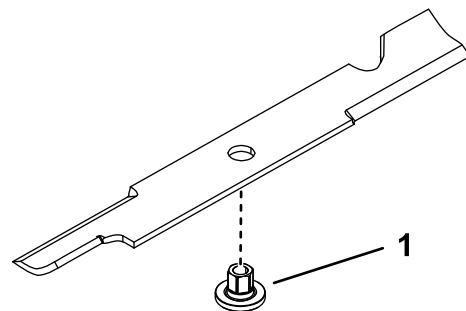

Figura 79
1. Montate la boccola attraverso la lama con la flangia della boccola sul lato inferiore (erba) della lama (Figura 79).